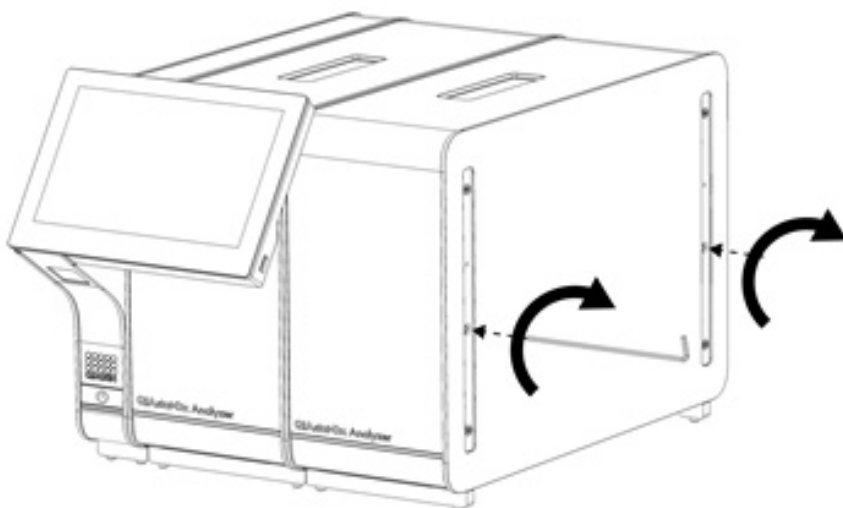

Figura 16. Alinhamento e colocação do módulo analítico adicional.
4. Alinhe o módulo analítico adicional com o módulo analítico existente. Aperte os parafusos utilizando a ferramenta de montagem do módulo analítico-operacional fornecida com o QIAstat-Dx Analyzer 2.0 (Figura 16).